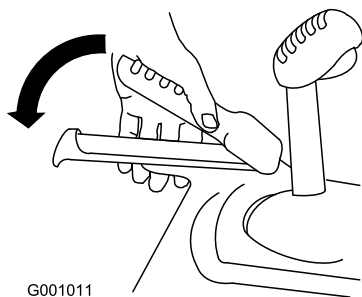

Figura 32
1. Per innestare il comando della trazione premete la leva sinistra (trazione) contro l'impugnatura (Figura 32).